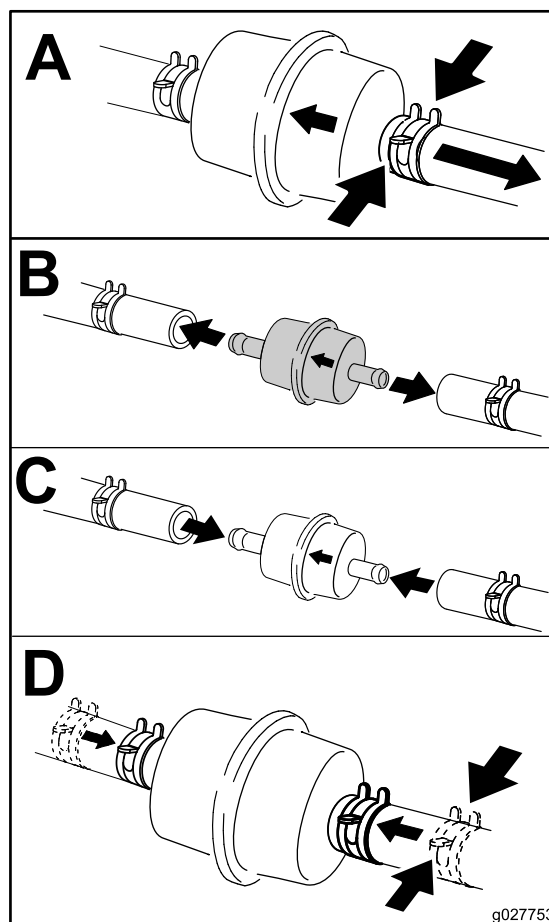

Figure 52
5. Remplacez le filtre à carburant (Figure 52).